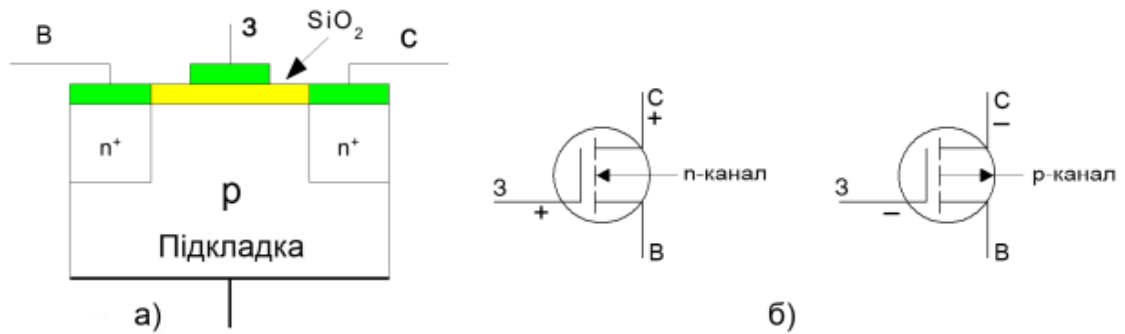

Рис.4.3 – Будова МОН – транзистора з індукованим каналом:
- ✓ з індукованим (наведеним) каналом (рис.4.3).